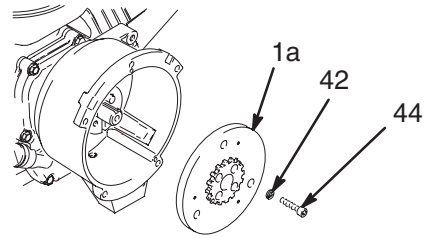

Abb. 10
9. Abb. 10. Einen Schlagschrauber oder Keil zwischen die Kupplungsscheibe (1a) und das Kupplungsgehäuse einführen, um die Motorwelle während des Ausbaus zu halten.
10. Die vier Schrauben (44) und Federringe (42) entfernen.